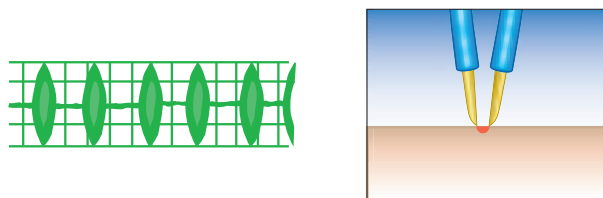

Рис. 15. Частично выпрямленная форма радиоволны (слева)
5) **«BIPOLAR» (БИПОЛЯРНАЯ КОАГУЛЯЦИЯ)** (1,7 МГц). (Рис. 15) используется для коагуляции сосудов (диаметром до 2,00 мм) в сухом или влажном операционном поле. Кровоточащий сосуд захватывают биполярным пинцетом и активируют режим **«СОАГ» (КОАГУЛЯЦИЯ)**.